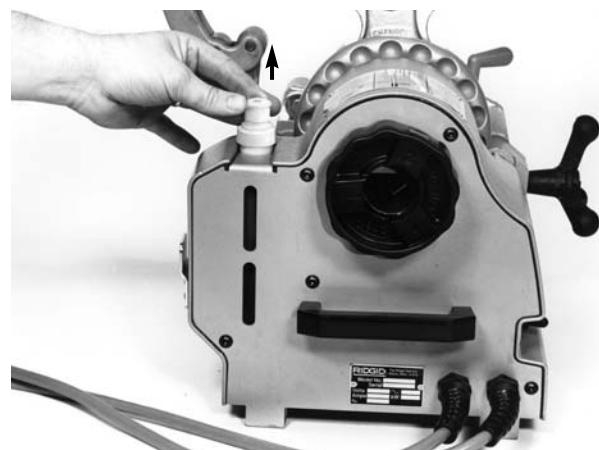

Figura 6 - Respiradero del depósito abierto
- Jale y abra la tapa del respiradero del depósito (Figura 6). No rosque con el respiradero cerrado. Esto restringirá el flujo de refrigerante y podrían desportillarse las terrajas. Por ende, labrarán roscas de mala calidad.